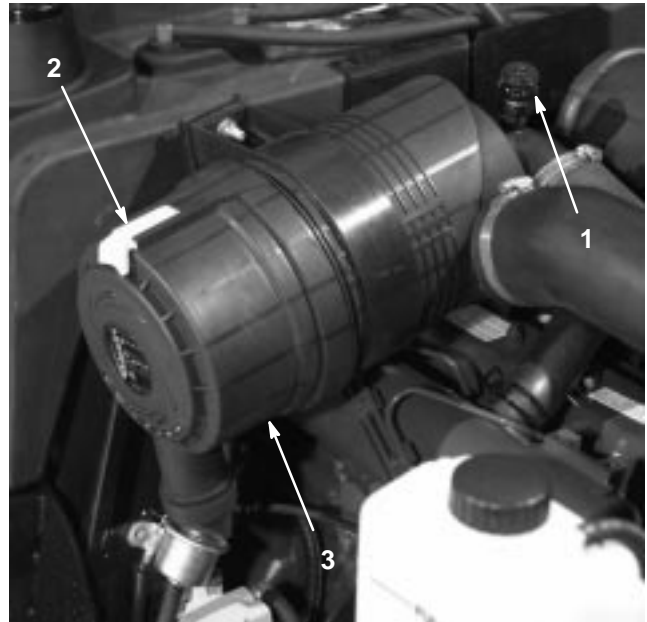

Bild 43
Warten Sie die Luftfilter, wenn die Luftfilteranzeige (Bild 43) Rot anzeigt oder alle 400 Stunden (bei einer sehr staubigen oder schmutzigen Umgebung häufiger). Warten Sie den Luftfilter nicht zu häufig.
1. Ziehen Sie den Verschluss nach außen und drehen die Luftfilterabdeckung entgegen dem Uhrzeigersinn. Entfernen Sie die Abdeckung vom Gehäuse (Bild 43). Reinigen Sie die Innenseite der Luftfilterabdeckung.
8. Stellen Sie die Anzeige (Bild 43) zurück, wenn sie auf Rot steht.